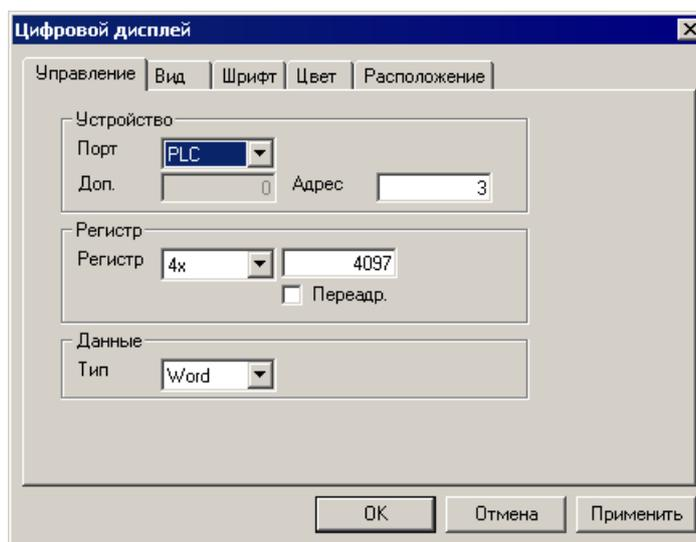

Рисунок 33
1. С помощью панели необходимо опросить и отобразить на цифровом дисплее значение регистра с адреса 1001hex (4097dec) с ПЛК, имеющего адрес 3hex(3dec), ПЛК отвечает на запросы по функции 0x04. На экран панели добавляется Цифровой дисплей (см.п.5.8); вкладка «Управление», настраивается как указано на рис. 33.